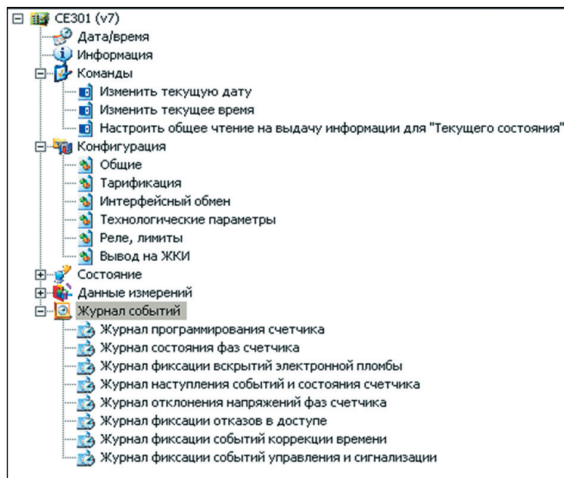

Рисунок 5.29 – Журналы счетчика.
5.4.12.4 Журналы и их счетчики-указатели доступны для просмотра по интерфейсу (рисунок 5.29) и описаны в приложении А.